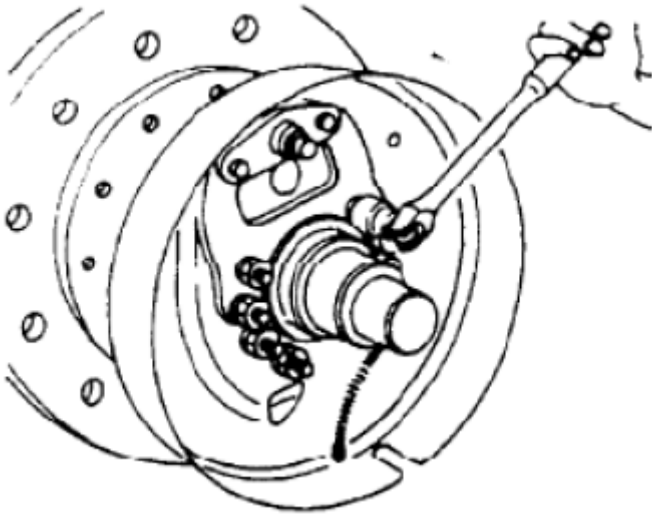

Рис. 2-15
(6) Нужно снять держатель, чтобы присоединить трос тормоза к опорной пластине. Следует снять крепежные болты опорной пластины и снять опорную пластину с моста (См. Рис. 2-15).